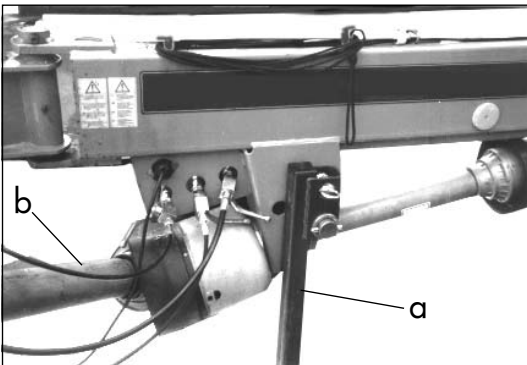

Bild 3-16
2. Stützfuß (a) nach unten schwenken, bis die Verriegelung einrastet (Bild 3-16)